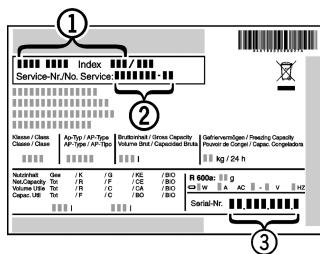

Fig. 13
- Relever la désignation de l'appareil Fig. 13 (1), le n° de service Fig. 13 (2) et le n° de série Fig. 13 (3) sur la plaquette signalétique. Cette plaquette se trouve sur la paroi intérieure gauche de l'appareil.
- Informer le S.A.V. et lui communiquer la panne, la désignation de l'appareil Fig. 13 (1), le n° de service Fig. 13 (2) et le n° de série Fig. 13 (3).